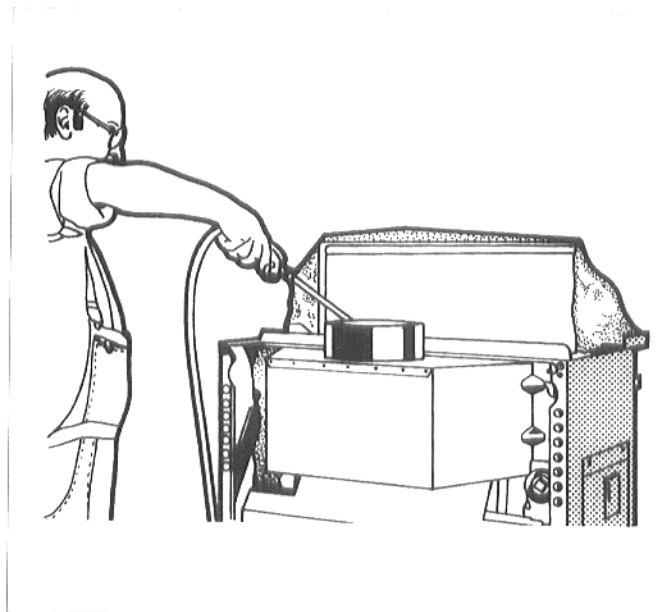

Abb. 27: Sprühreinigung
- Heizgaszüge von oben gleichmäßig mit dem Reinigungsmittel einsprühen (Abb. 27).